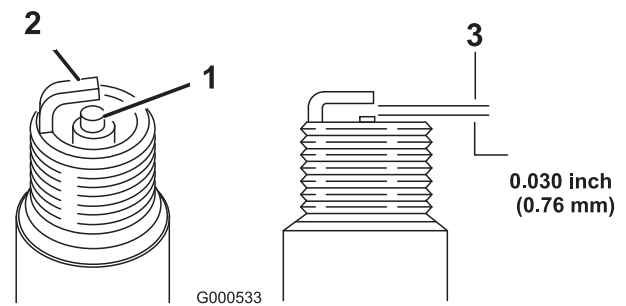

Figura 21
5. Fije la distancia entre los electrodos en 0,76 mm (Figura 21).